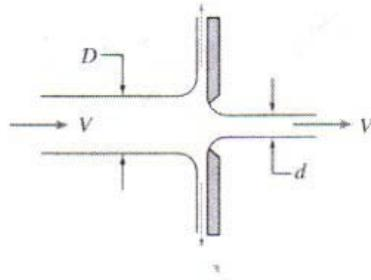

Figura 6
**P7.** Una placa vertical tiene un orificio de borde afilado en su centro (figura 6). Un chorro de agua de velocidad  $V$  golpea la placa concéntricamente. Obtenga una expresión para la fuerza externa necesaria para mantener fija la placa, si el chorro que sale del orificio tiene también velocidad  $V$ . Evalúe la fuerza para  $V = 5 [m/s]$ ,  $D = 100 [mm]$  y  $d = 25 [mm]$ .